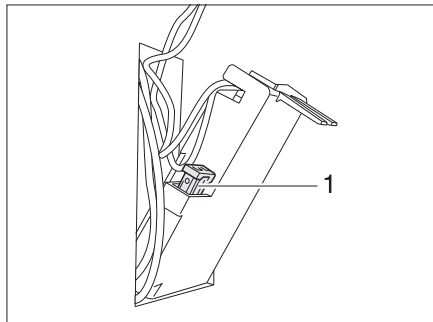

Fig. 303 Fusible del inodoro Thetford
- Cambiar el fusible (Fig. 303,1).